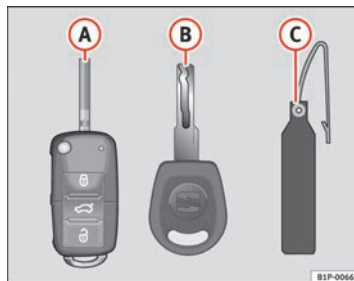

Fig. 45 Jeu de clés
- une clé à radiocommande ⇒ fig. 45 **A**